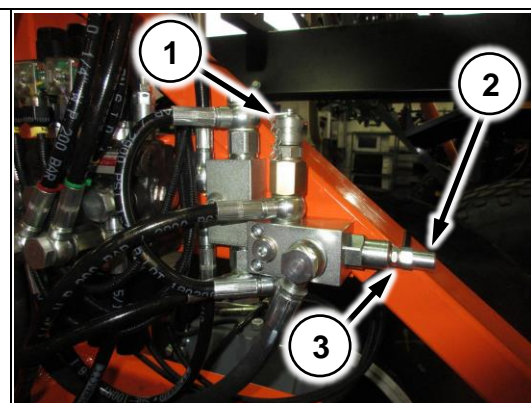

Рис. 207
1. Установите манометр в точку контроля давления (Рис. 207/1);
2. Отверните контргайку (Рис. 207/2);
6. Вращая регулировочный винт (Рис. 207/3) добейтесь давления 25 Bar по манометру при нажатой вниз клавише опускания подвеса;
7. По завершении регулировки законтрите контргайку (Рис. 207/2).